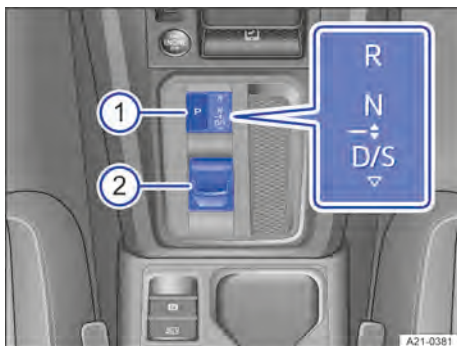

Abb. 111 In der Mittelkonsole: Wählhebel des Automatikgetriebes mit der Taste für die Parksperre.
3. Den Wählhebel in die gewünschte Richtung drücken → Abb. 111 ②.
P Die Antriebsräder sind gesperrt. Nur bei stehendem Fahrzeug einlegen. Um die Parksperre einzulegen, die Taste **P** drücken → Abb. 111 ①.